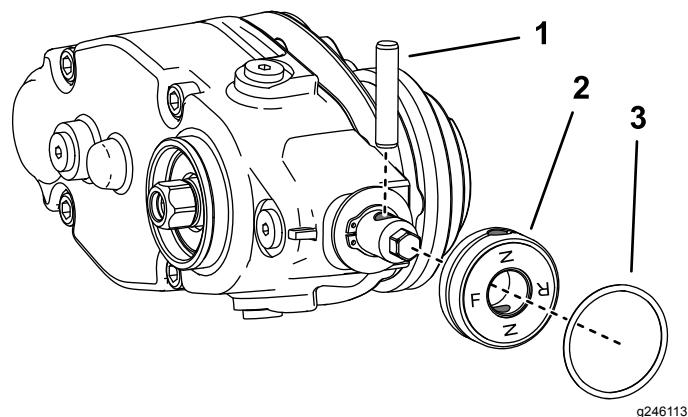

Figure 14
7. Si vous montez le groomer sur le côté gauche de la machine, procédez comme suit (Figure 14) :